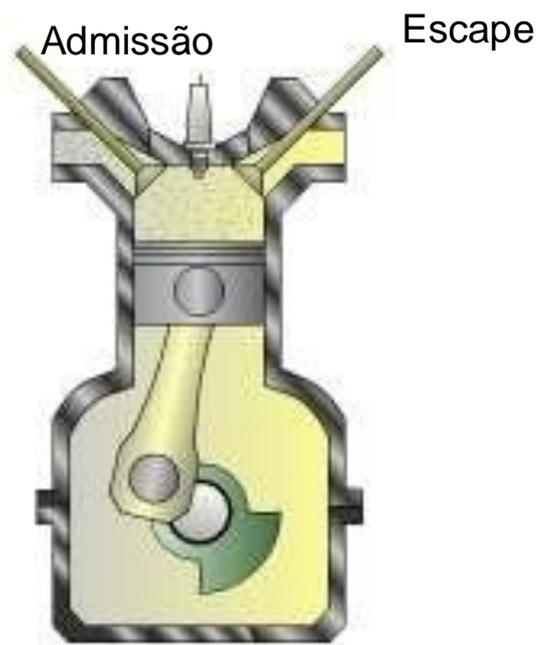

Figura 10 - Esquema da compressão no ciclo Otto 4 tempos
- Segundo curso: Compressão. Nessa etapa, as válvulas estão fechadas, pois a compressão demanda um sistema vedado. O êmbolo se desloca do ponto morto inferior ao ponto morto superior. Há aumento da temperatura e pressão e diminuição do volume. Quando o êmbolo chega ao ponto morto superior, toda a mistura de ar e combustível fica confinada na câmara de compressão, uma reentrância presente no cabeçote ou no êmbolo. Cada cilindro tem a sua câmara de compressão (Figura 10). A taxa de compressão, que é a relação entre o volume inicial (volume do cilindro + o volume da câmara de compressão) e o volume final (o volume da câmara de compressão) é normalmente entre 9 e 11.